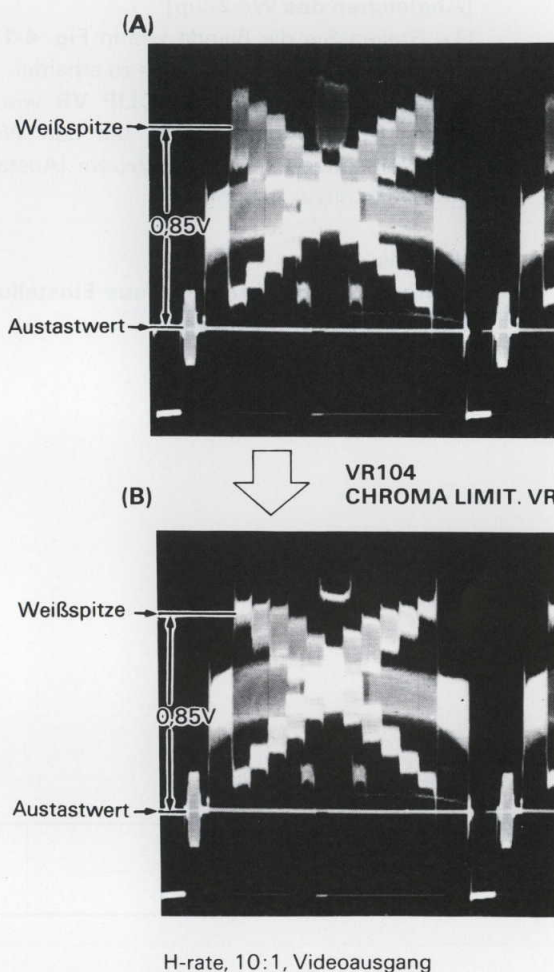

Fig. 4-16-1 Abgleichen des Sättigungsbegrenzers
- (1) **VR401 W CLIP VR** voll entgegen dem Uhrzeigersinn voreinstellen.
- (2) **Filterring** des Objektivs auf **Stellung IN** bringen.
- (3) Blende so einstellen, daß die Videoamplitude an der **Videoausgangsklemme** auf **0,85V_{Pd-wp}** (Austastwert-Weißspitze) steht. (siehe Fig. 4-16-1 (A))
- (4) Drehen Sie den **VR104** im Uhrzeigersinn langsam und hören Sie mit dem Drehen auf, wenn die Trägeramplitude am **0,85V** Pegel Null wird, wie in Fig. 4-16-1 (B) gezeigt. (**Nicht zu weit drehen.**)
- (5) Drehen Sie den **Filterring** des Objektivs zurück auf die **OUT (Aus) Stellung**.